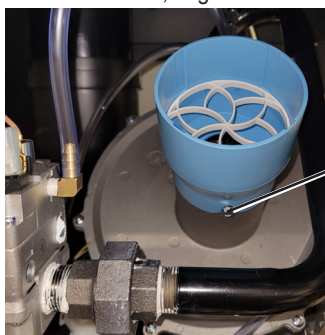

Figura 7.
10. **INSTALE EL NUEVO ORIFICIO AZUL:** Use una llave de tubo de 5/16" o una carraca con llave de tubo de 5/16" para sujetar el orificio de aire azul. Vuelva a conectar las tuberías al orificio de aire, según se indica en la figura 7.